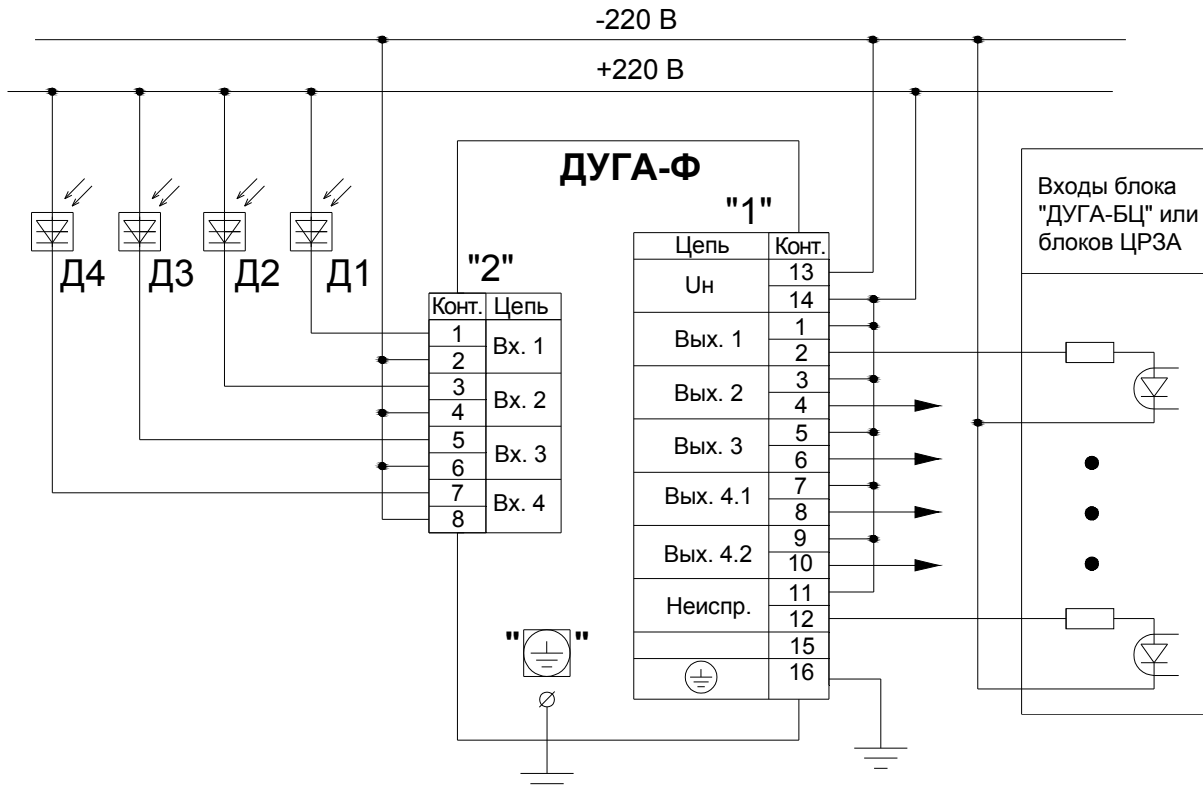

Рисунок 3 - Схема электрическая подключения (пример)
5.1 Внешние подключения регистратора осуществляются с помощью электрических соединителей, расположенных на регистраторе, в соответствии со схемой электрической подключения (рисунок 3, где Д1 - Д4 - фототиристорные или клапанные датчики дуговых замыканий).
6.9 Проверить соответствие монтажа внешних соединений регистратора проектной схеме подключения и схеме электрической подключения регистратора (см. рисунок 3).